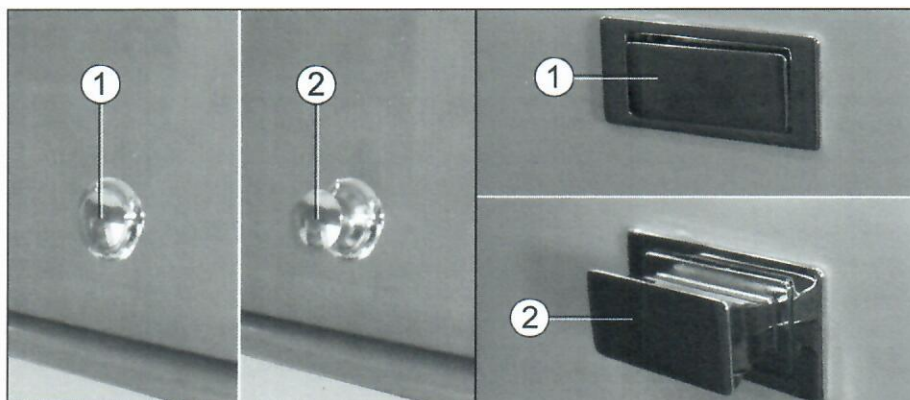

Abb. 38 Push-Lock-Verschluss geschlossen/geöffnet
- Durch Drücken auf den Knopf des Push-Lock-Verschlusses diesen öffnen (Abb. 38, Pos. 2) bzw. schließen (Abb. 38, Pos. 1).